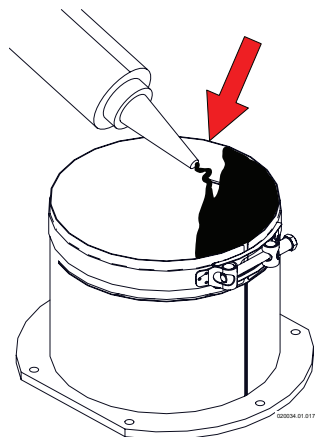

Figura 5-25 - Silicone all'interno del raccordo di scarico
1. - Applicare del silicone all'interno del raccordo di scarico "A", come in Figura 5-25;